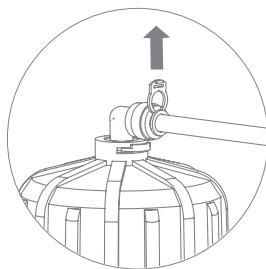

Рис. 14
3. Отсоедините стопорную клипсу, фиксирующую цангу (рис. 14). Отсоедините трубку, удерживая цангу прижатой к корпусу (см. раздел «Отсоединение трубок» (стр. 9)). При необходимости отсоедините все трубы от корпуса мембранны и извлеките его из корпуса фильтра.